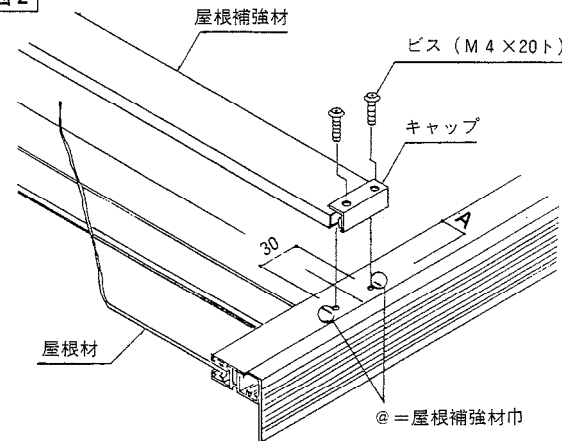

図3
- ③ 屋根補強材に、キャップを付け左右側板部のたる木に、ビス（M4×20ト）で屋根補強材を固定して下さい。
- ④ 図3の様に中間部の押え材に、屋根補強材の孔位置に合わせて、直径3.5mmの孔を開けて下さい。